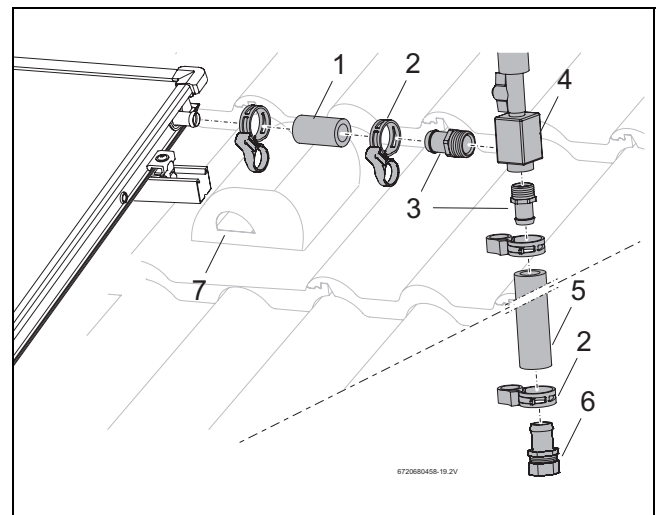

Fig. 52 Montarea aerisitorului deasupra acoperișului
- ▶ Împingeți furtunul solar (55 mm, Fig. 52, [1]) pe țeava pentru tur a câmpului de panouri și fixați-l cu brida cu bandă elastică.
- ▶ Înșurubați strâns capătul furtunului R $\frac{3}{4}$ cu o-ring (Fig. 52, [3]) în ventilul aerisitor (Fig. 52, [4]).
- ▶ Împingeți capătul furtunului (Fig. 52, [3]) pe furtunul solar (Fig. 52, [1] și [5]) până se oprește și fixați-l cu brida cu bandă elastică (Fig. 52, [2]).
- ▶ Împingeți furtunul solar pe capătul furtunului (Fig. 52, [6]) până se oprește și fixați-l cu brida cu bandă elastică.
- ▶ Treceți furtunul solar și cablul senzorului prin țigla de aerisire (Fig. 52, [7]) și prin izolația acoperișului.
- ▶ Racordați canalul colector la capătul furtunului cu presetupă de fixare (18 mm) (Fig. 52, [6]).